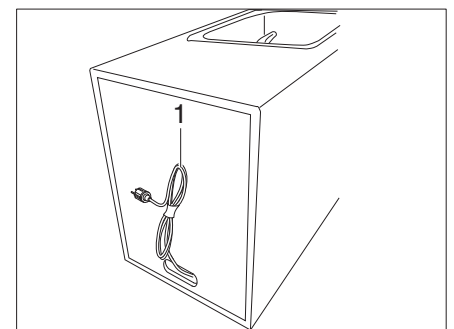

Figure 16 Câble d'alimentation pour batterie de la Campbox
- Si nécessaire, débrancher le câble d'alimentation (Figure 16, 1) sur la face arrière du module Lavage.